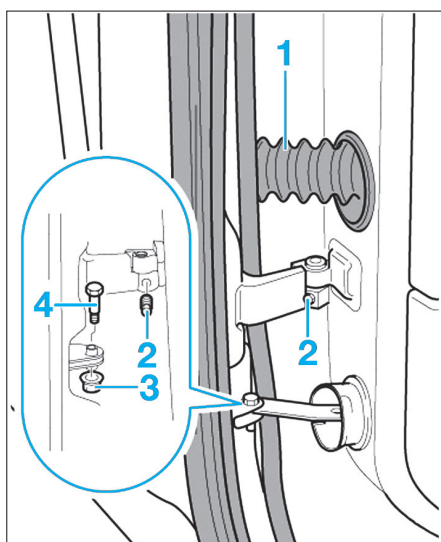

Fig. 88
- Ouvrir la porte et débrancher le connecteur (1) (Fig.88).
- Déposer l'écrou (3) puis extraire l'axe (4).
- Déposer la vis sans tête (2) des charnières supérieures et inférieures.